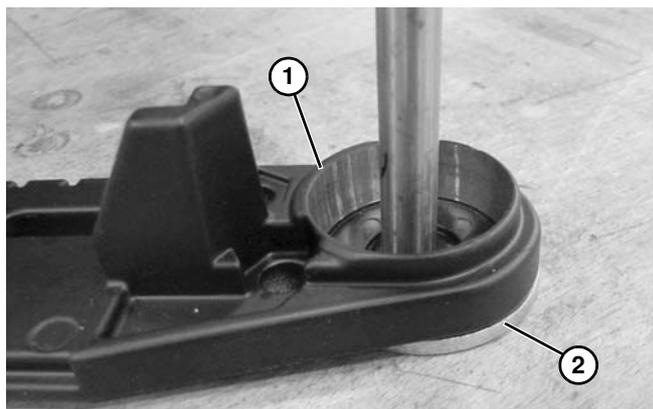

Abbildung 69
2. Endplatte (**Abbildung 69, Teil 1**) mit flacher Seite nach unten über Unterlegscheibe (**Abbildung 69, Teil 2**) oder Aussparung in Arbeitstisch (mit Mindestdurchmesser von 16 mm) stellen.